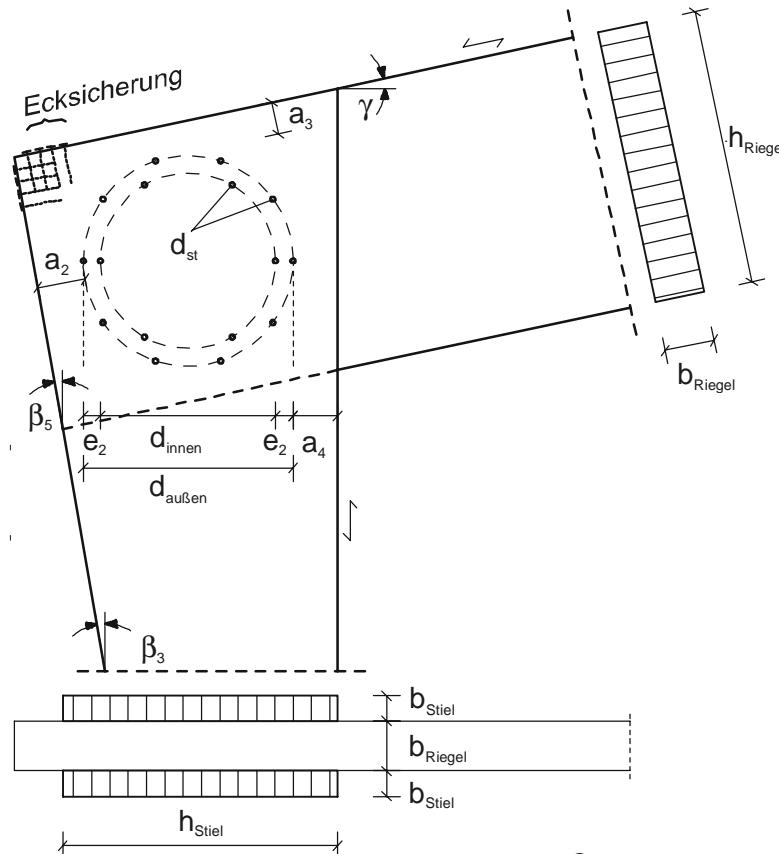
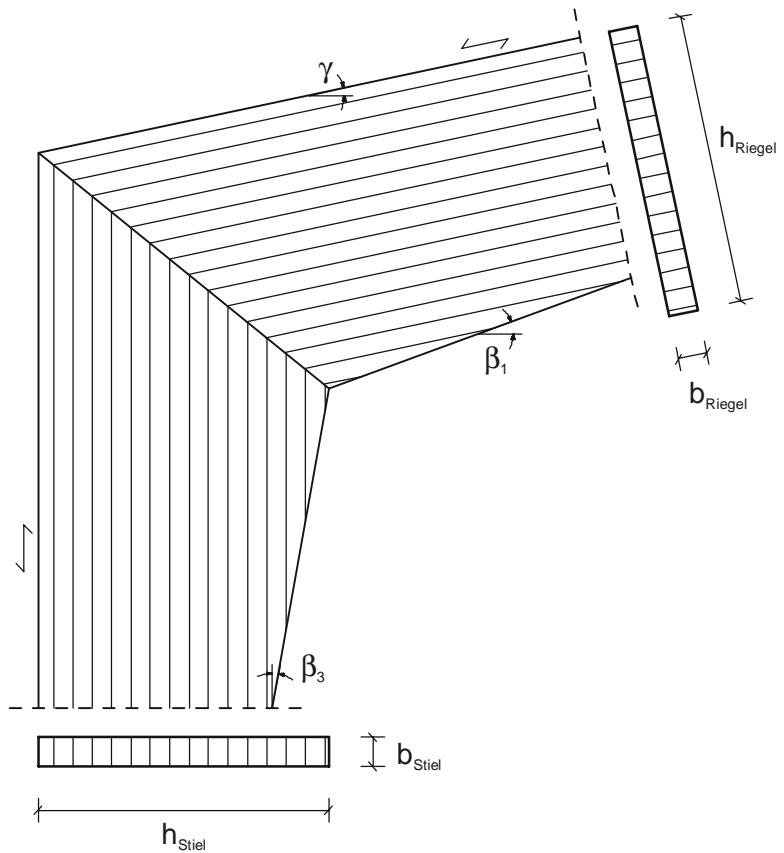

Bild 1: Zwei Stabdübelkreise mit bündigen Bauteilenden.
Bild 4: Keilgezinkte Rahmenecke ohne Zwischenstück
- "Neigung Ober-/Unterkante": Diese beiden Winkel beziehen sich auf den Riegel, wobei die Neigung der Oberkante als Steigungswinkel "Gamma" (γ in Bild 1 bis 4) eingetragen wird. Die Neigung der Unterkante (β_1) beschreibt die Verjüngung des Riegels in Richtung First. Dieser Winkel muß mindestens so groß sein wie γ .
- Querschnittabmessungen von Riegel und Stiel (b/h, h siehe Bild 1 bis Bild 4)